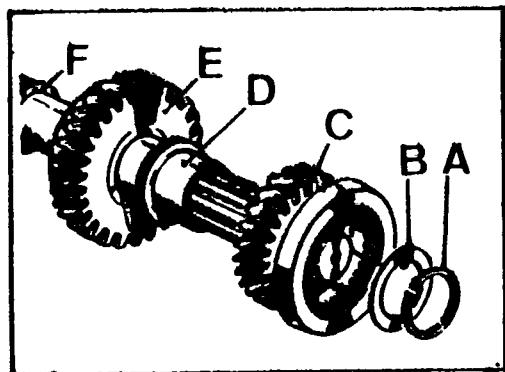
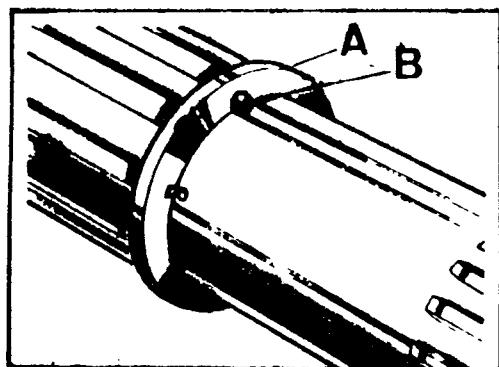

Fig. C-98 Extremo delantero del eje principal
Fig. C-99 Arandela de empuje del engranaje de segunda
1.1.3. Por la parte delantera se sacará el arillo elástico, A (Fig. C-98) alojado en la ranura del eje principal, la arandela, B, el piñón de tercera velocidad, C, el manguito espaciador, D, y el engranaje de segunda velocidad, E.
1.1.4. Si fuese necesario, se extraerá la arandela de empuje de segunda velocidad, A (Fig. C-99), retirando primero la espiga, B, de sujeción del manguito espaciador, la cual está montada a presión en el eje principal.
3.2.1. Si se hubiese quitado la arandela de empuje, F (Fig. C-98) del engranaje de segunda velocidad, se situará en su sitio, encajándola en la espiga, pero sin colocar la espiga, B (Fig. C-99) del manguito espaciador en esta fase de montaje.